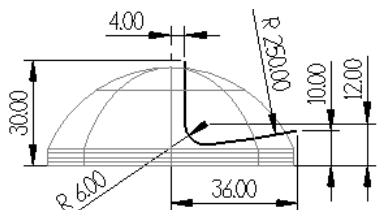

图 5.4.17 标注尺寸
④ 单击按钮，完成曲线的修剪。
(7) 标注尺寸。在下拉列表中选择第一个选项。选择下拉菜单 **绘图(C)** → **尺寸标注(D)** → **快速标注(S)...** 命令标注尺寸如图 5.4.17 所示。